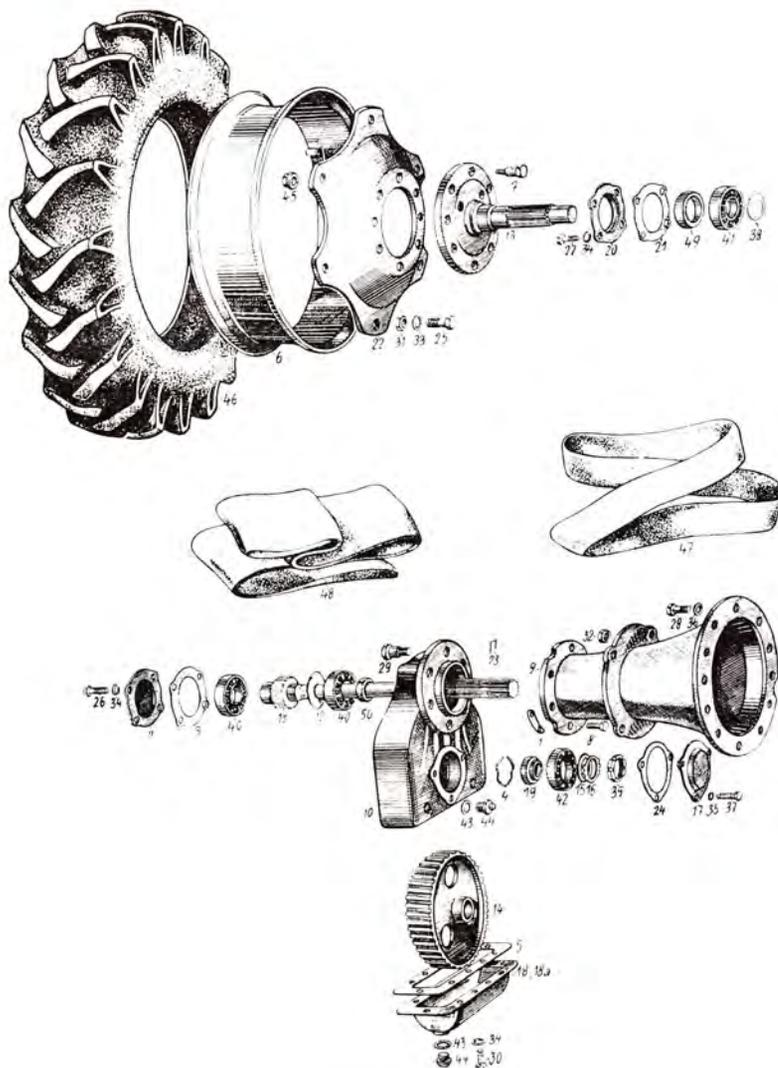

Abb. 78
6. Sechs Schrauben M 16 sind zu entsichern und aus dem Portalflansch auszuschauben. Die Hinterachs-buchse (Abb. 78/9) ist aus der Führung im Portalflansch herauszuziehen.
7. Durch Ausschrauben der Ablassschraube (Abb. 78/44) ist Öl abzulassen. Zehn Schrauben M 8 des Portaldeckels (Abb. 78/30) sind auszuschauben und der Deckel abzunehmen (Abb. 78/18).
8. Vier Schrauben M 8 (Abb. 78/27) sind aus dem Vorderdeckel (Abb. 78/20) der Radwelle auszuschauben.
12. Zahnrad, Feder und Ring sind aus dem Portal herauszunehmen. Vier Schrauben M 8 (Abb. 78/26) sind aus dem Oberdeckel (Abb. 78/2) auszuschauben und die Ausgleichsgetriebewelle ist auszupressen. (Achtung auf die Wellendichtung!)